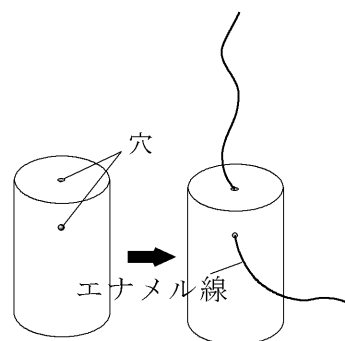

図1 コイルの作成1
- (1) フィルムケースの底の中央に、千枚どおしで穴をあける。
- (2) フィルムケースの側面（底から5mm程度のところ）にも千枚どおしで穴をあける。
- (3) エナメル線を側面の穴から通し、底の穴から約10cm出す（図1）。